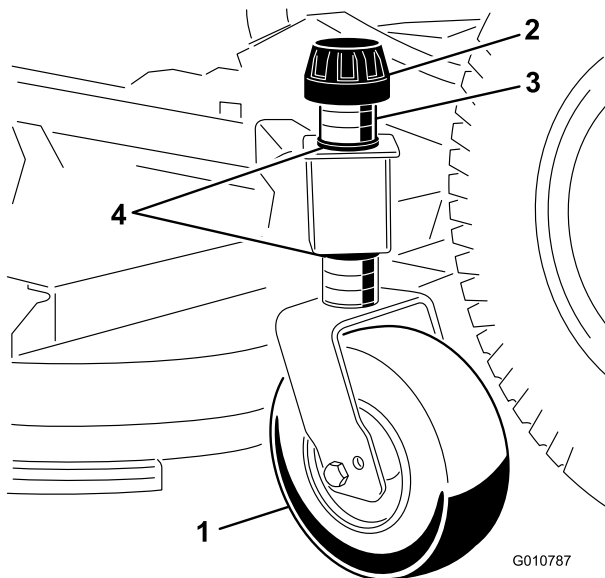

Bild 9
1. Entfernen Sie die Spannkappe, mit der die Radstelze an den Mähwerkhalterungen befestigt ist (Bild 9).